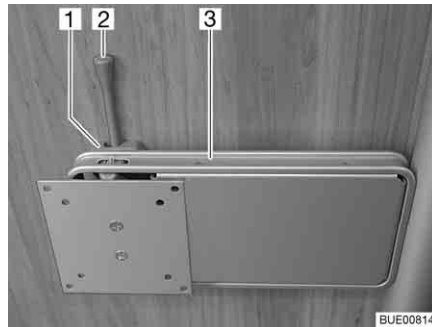

Bild 63 Fäste på pelare
- Tryck låsspaken (Bild 63,2) åt sidan och sväng fästet (Bild 63,3) med den platta bildskärmen till önskat läge.
- Vrid tillbaka den platta bildskärmen tills fästet (Bild 63,3) hakar fast i låset (Bild 63,1).